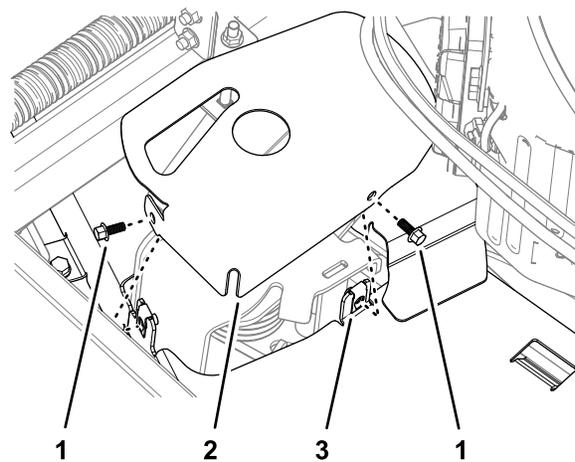

Figura 45
4. Monte a cobertura do tensionador na cobertura da correia esquerda com os dois parafusos de cabeça flangeada que removeu em Remoção da cobertura da correia esquerda (página 29), como se mostra na Figura 45.